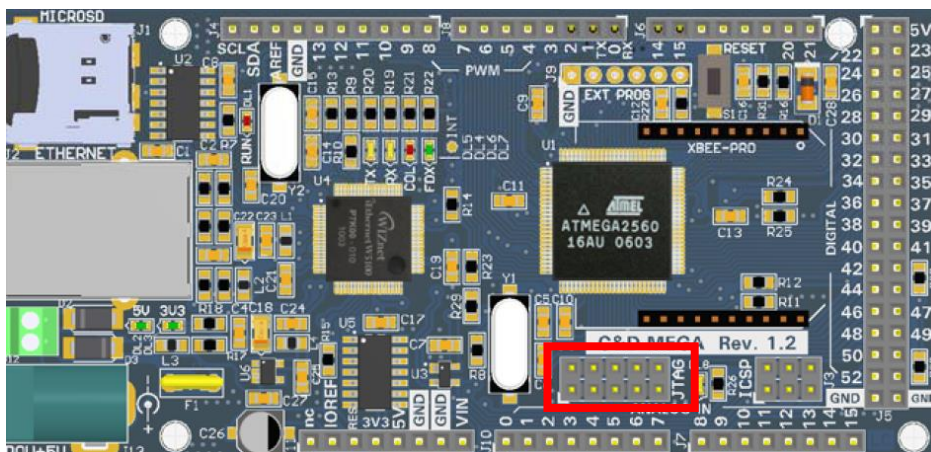

Fig. 6. Programming via JTAG.
- Programming via JTAG (Fig. 6). With JTAG, you can also debug your program by using programmers like JTAGICE MKII and the Atmel Studio development environment.
- Programmazione tramite JTAG (Fig. 6), grazie alla quale potrai effettuare il debugging del tuo programma tramite programmatori come JTAGICE MKII e l’ambiente di sviluppo Atmel Studio.